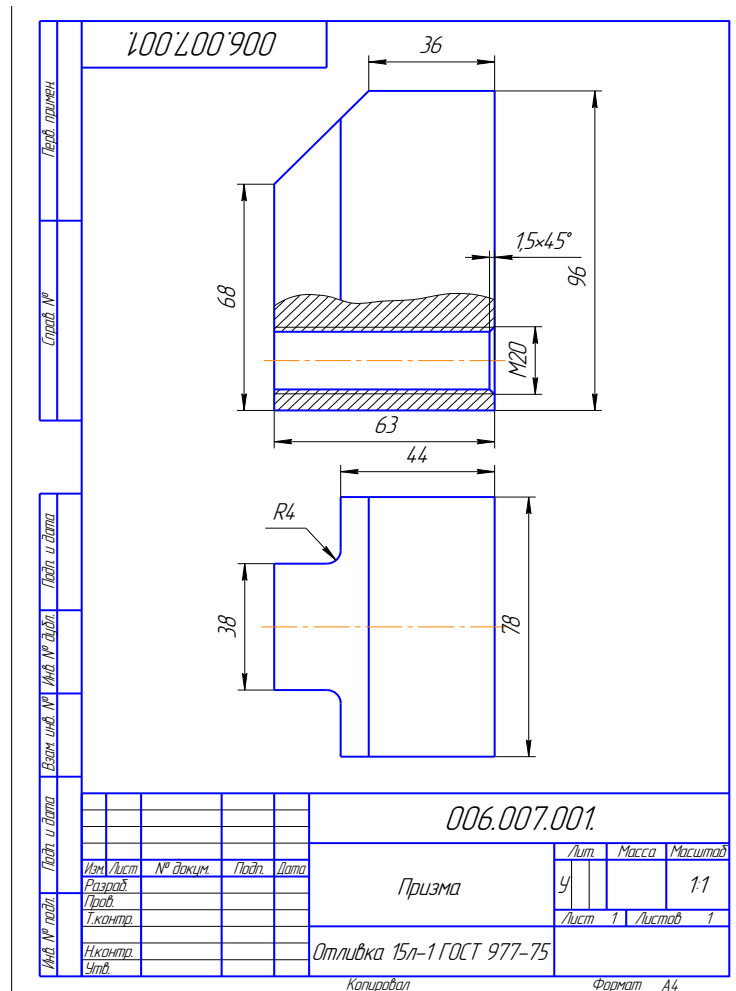

Рисунок 7.1
7.1 Последовательность построения фронтальной проекции (главного вида) детали (Рисунок 7.1).